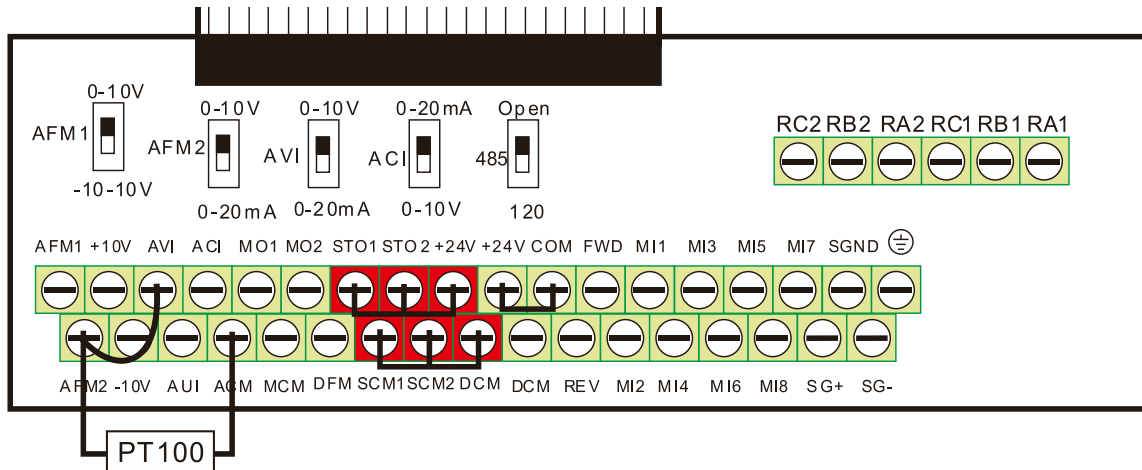

Рис. 1
2. Подключение (см. рис. 1 выше):